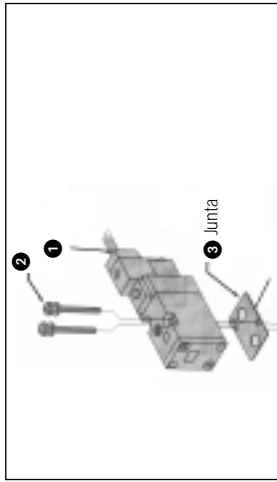

Figura 10
Desmontaje de la válvula de la base (Figura 10)
- Desconecte el conector eléctrico **1** (Figura 10) (también siga la Figura 6).
- Suelle los tornillos **2** de sujeción de la válvula y consérvelos (Figura 10).
- Conserve la junta **3** (Figura 10).
- Coloque la junta **3** (Figura 10) con la orientación apropiada.
- Coloque los tornillos **2** (Figura 10) de sujeción de la válvula.
- Desmonte la válvula siguiendo el procedimiento anterior (Figura 10).